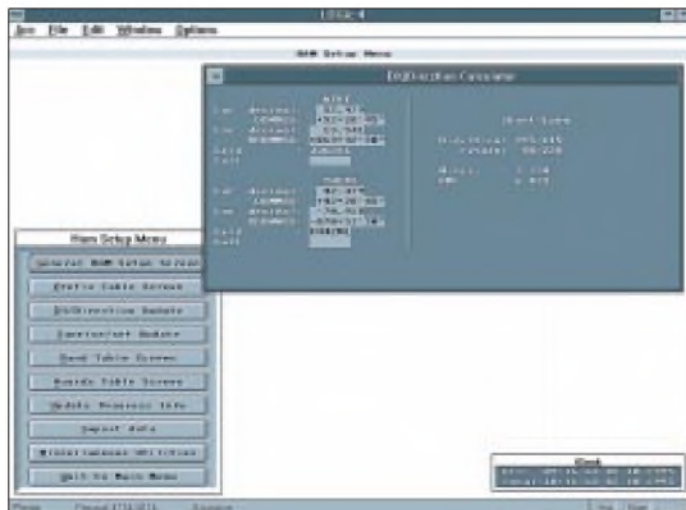

Bild 5: Jederzeit stehen unter „Acc“ noch ein paar Utilities, z. B. Kalender oder diese Entfernungsberechnung zur Verfügung.
Bild 5: Der Programmierer für den „Knopf“. Links die Halterung für die drei Batterien, rechts außen die Halterung für den Knopf. Der Knopf wird unten oder oben eingesteckt, abhängig davon, ob geschrieben oder testweise gelesen wird.
- Der Typ BASIC-Briefmarke „Knopf“ (Bild 3 und 4) ist der kleinste Computer mit dem Kern der obigen Typen, in SMT (SM-Technology) ausgeführt und ohne die Steckverbindung extrem flach; Abmessungen 19 mm x 18 mm x 10 mm (L x B x H). Die vierzehnpolige Steckverbindung an der Unterseite enthält die elf Steuer- und drei PC-Kontakte. Auch dieser Typ wird auf vorhandene Leiterplatten gesteckt. Für diese BASIC-Briefmarke gibt es einen speziellen Programmierer, siehe Bild 5. Man kann sich auch helfen, indem man die Betriebsspannung über separate Buchsenleisten zuführt und die dreipolige Steckverbindung zum PC herstellt.